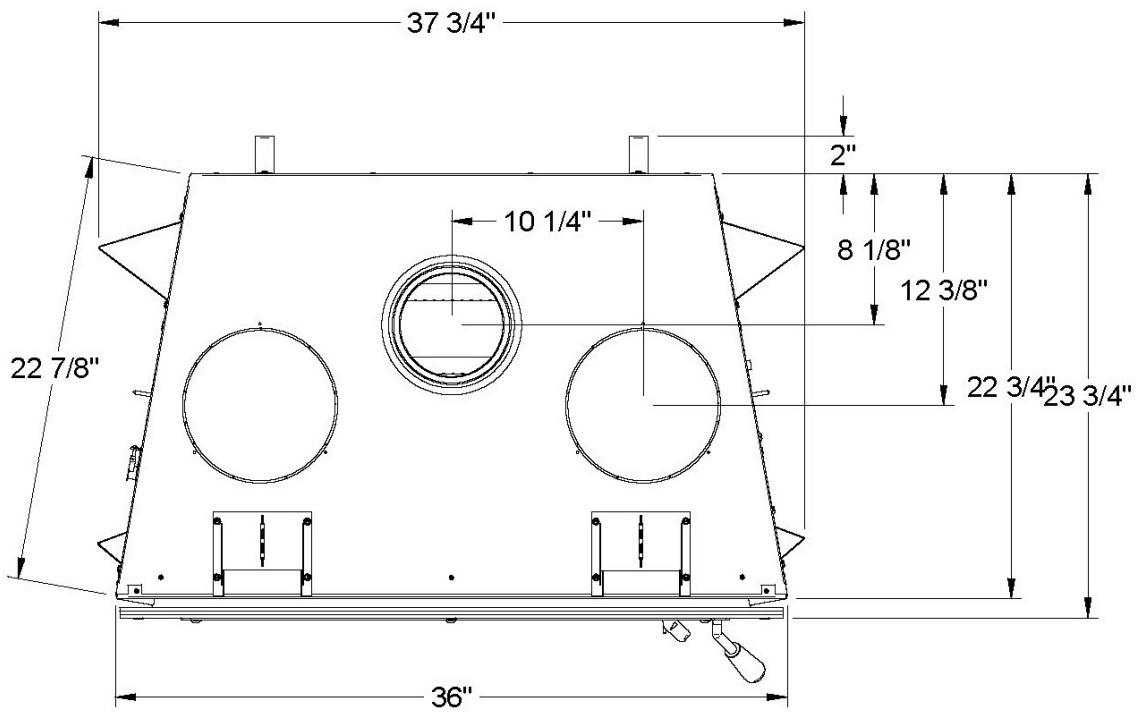

Figure 12
C. Construisez le châssis du foyer à l'aide de montants verticaux placés sur les côtés du foyer, allant du plancher au plafond (voir figure 12). Reculez un peu les montants par rapport au rebord frontal du foyer d'un espace équivalent à l'épaisseur du matériau de finition, pour que celui-ci soit à ras de la finition du foyer (en tenant compte des limites de la figure 13). Posez les entretoises entre les montants verticaux seulement de la façon suivante :